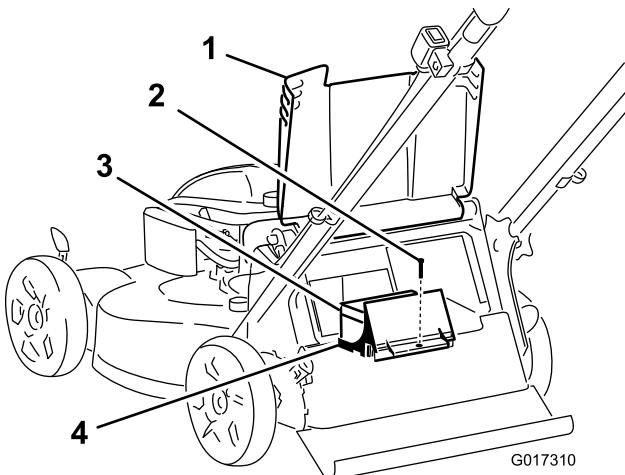

Figura 24
1. Eleve el deflector trasero y localice el compartimento de la batería (Figura 24).